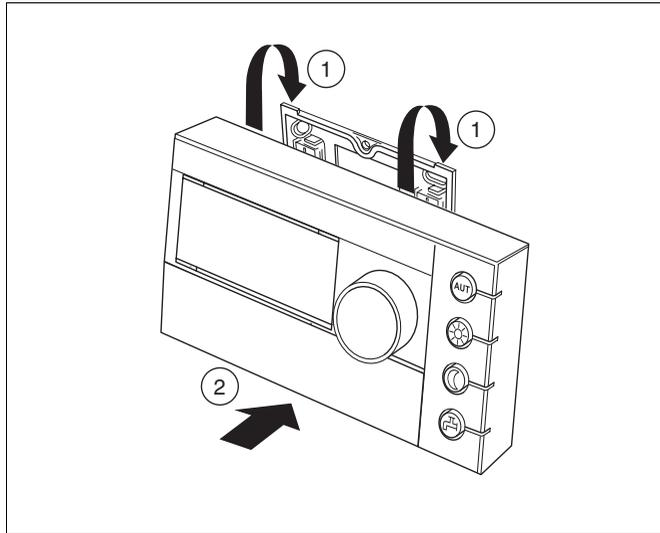

Abb. 5 Bedieneinheit RC30 einhängen
- Hängen Sie die Bedieneinheit RC30 oben in die Montageplatte in Pfeilrichtung ein (Abb. 5, **Pos. 1**).
- Drücken Sie die Bedieneinheit RC30 unten in Pfeilrichtung gegen die Montageplatte, bis diese einrastet (Abb. 5, **Pos. 2**).
- Entriegeln Sie die Bedieneinheit RC30 auf der Unterseite (Abb. 5, **Pos. 2**) und hängen Sie sie oben aus.